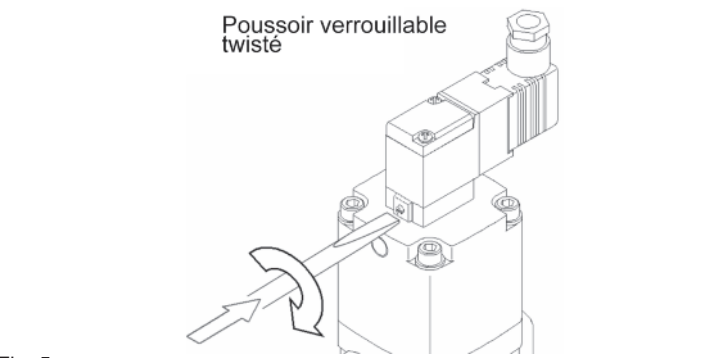

Fig. 5
- Poussoir verrouillable (voir Fig. 5)